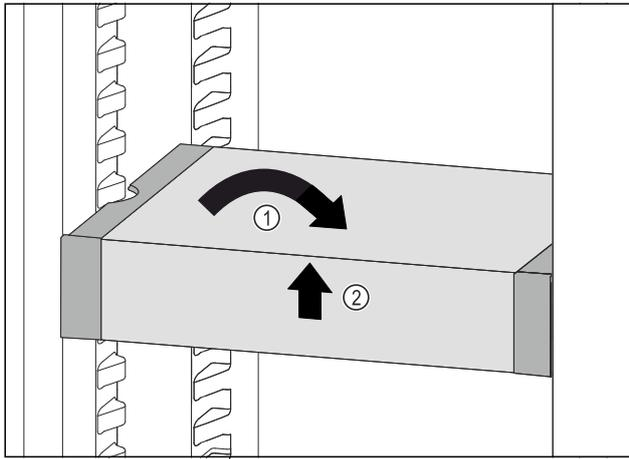

Fig. 42
- ▶ VarioSafe gerade stellen. Fig. 42 (1)
- ▶ VarioSafe vorne anheben. Fig. 42 (2)